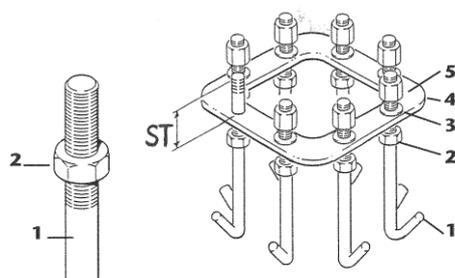

fig. 19
1. Enroscar en los tirafondos **1** las tuercas bajas **2**, dejando salir la porción roscada hasta obtener la parte saliente **ST** correspondiente (ver párrafo **Errore. L'origine riferimento non è stata trovata.** a pág. **Errore. Il segnalibro non è definito.**) (fig. 19). Llevar a cabo esta operación en todos los 8 (ocho) tirafondos.